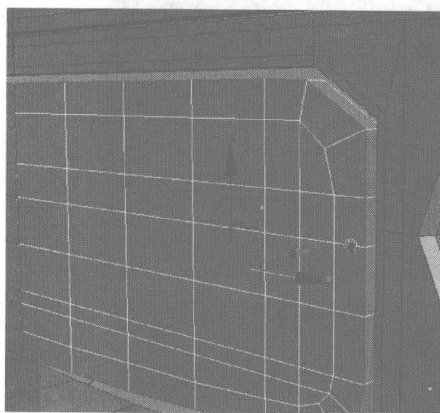
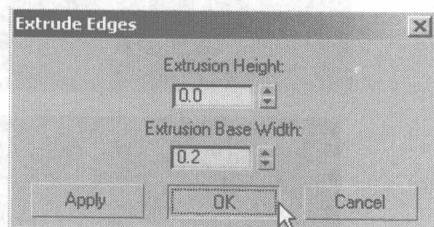
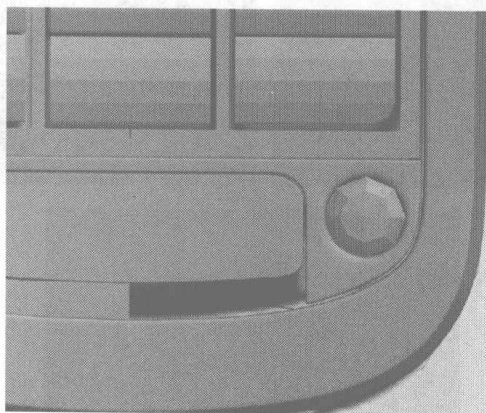

图 4.620
图 4.621
图 4.622
- 62** 选择如图 4.620 所示的边线，在 Edit Edges 卷展栏中单击 **Extrude** 右侧的小按钮，在弹出的对话框中设置挤压边线宽度的参数，如图 4.621 所示，渲染效果如图 4.622 所示。